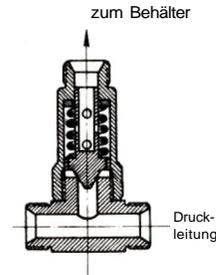
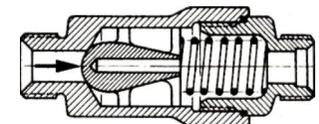

Abb. 3 Überdruck-Ventil 85 atü
Abb. 4 Rückschlagventil
Gegen zu hohen Druck ist die Anlage durch ein auf 85 atü eingestelltes Überdruckventil (10) (siehe auch Abb. 3) abgesichert, das zwischen die Zulaufleitung 4 (Druckleitung) der Schalter und die Rücklaufleitung 37 geschaltet ist. Für den Fall des Aussetzens eines Motors oder den Bruch einer Pumpenwelle sind die Druckölleitungen der Pumpen durch Rück-schlagventile (8) (siehe auch Abb. 4) abgesichert, so daß dann immer noch die andere Pumpe die Ölförderung übernehmen kann, ohne daß Öl durch die stillliegende Pumpe in die Saugleitung zurückfließt. Für Stand- und Notbetätigung ist zu den Motorpumpen noch eine Hand-pumpe (7) parallel geschaltet. Desgleichen sind für den Anschluß eines Drucköl-Prüfgerätes je ein Abzweig in der Saugleitung mit einem Ab-sperrventil (11) und in der Druckölleitung mit einem Rückschlagventil (8) vorgesehen.